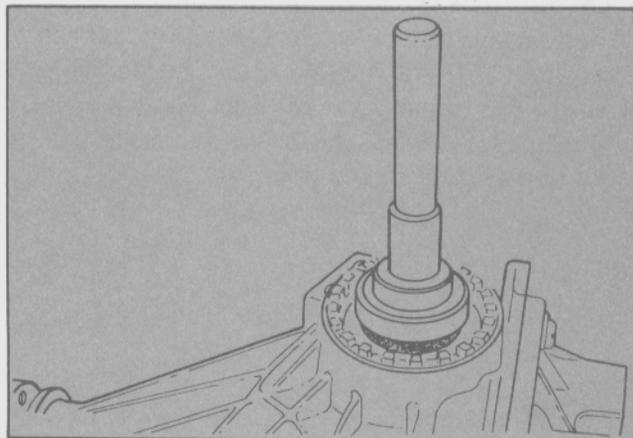

Fig. 56 - Instalación del retén en la carcaza con la herramienta especial T84G-4676-BAS
- Instalar nuevos retenes de aceite en ambos lados de la carcaza, utilizando la herramienta especial T84G-4676-BAS (Fig. 56).